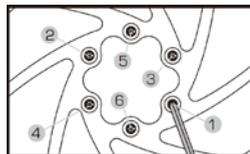

Figura C-1 Secuencia de ensamblaje del rotor
- Utilice una secuencia de patrón de estrella para apretar los tornillos del rotor del disco. No los apriete simplemente en sentido horario o antihorario. **(Figura C-1)**